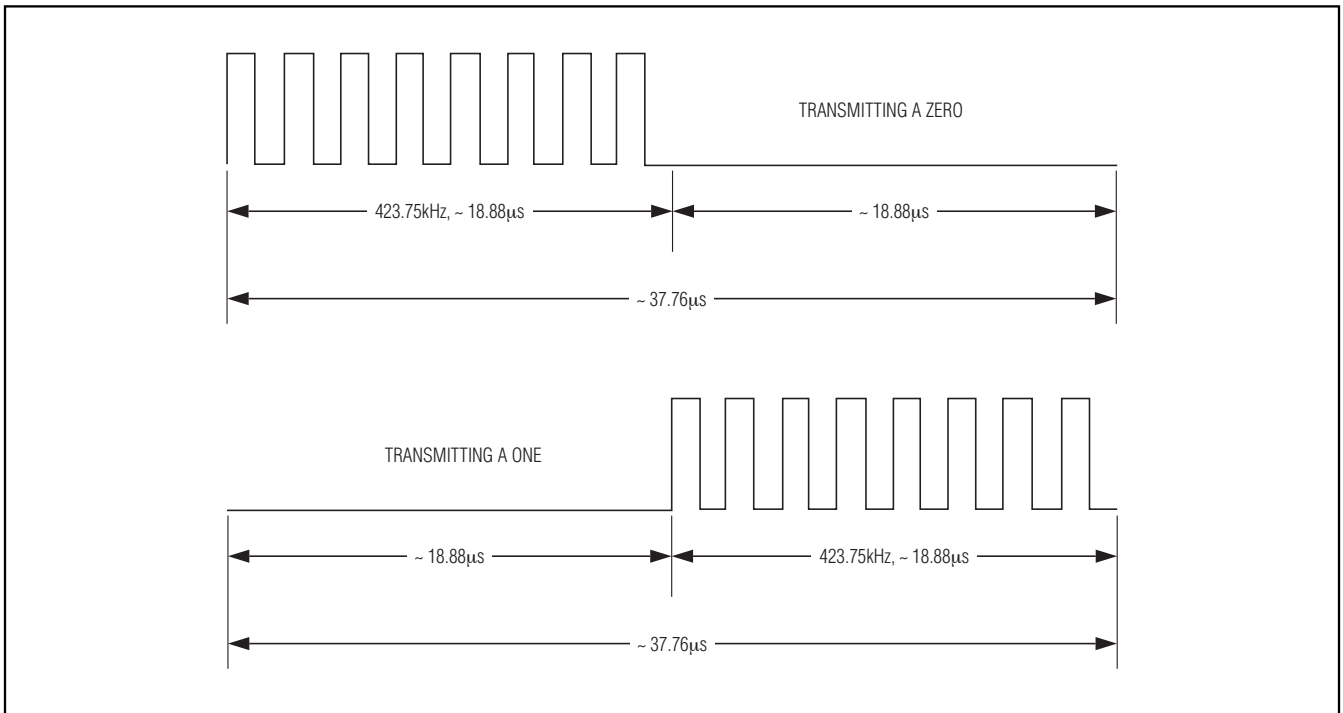

図11. アップリンクの符号化、単一サブキャリアの場合(高データレートのタイミング)
**単一サブキャリアの場合**、サブキャリア周波数は423.75kHzです。1ビットが37.76 $\mu$ s (高データレート)または151 $\mu$ s (低データレート)で伝送されます。変調はオンオフキー方式です。ロジック0の場合、ビット転送時間の前半はサブキャリアがオンに、後半はオフになります。ロジック1の場合、ビット転送時間の前半はサブキャリアがオフに、後半はオンになります。詳細については、図11を参照してください。